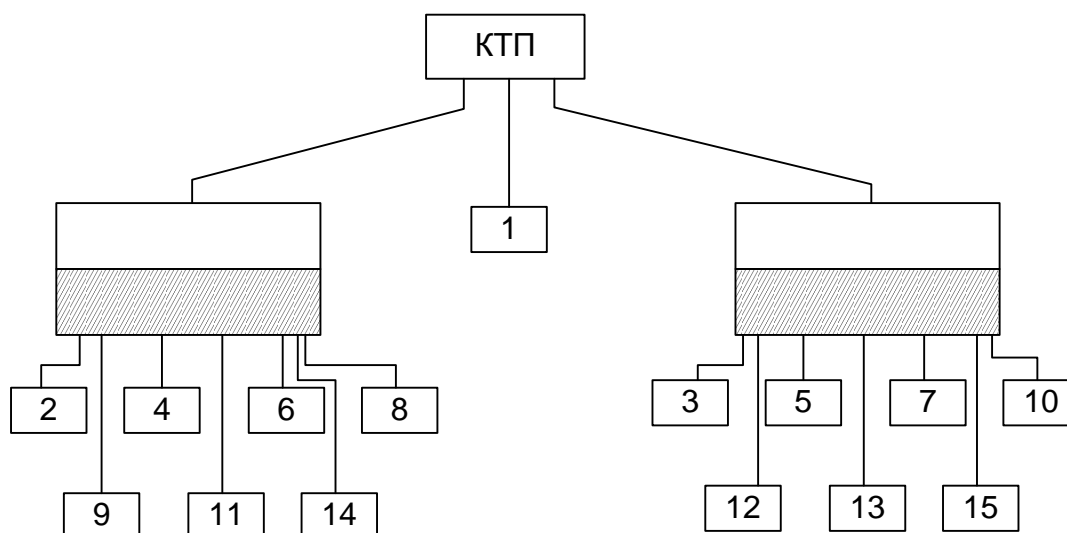

Рисунок 1 – План подключения технологического оборудования строительного объекта (стройплощадки)
1. Выполнить выбор комплектной трансформаторной подстанции согласно плану подключения технологического оборудования рисунок 1: